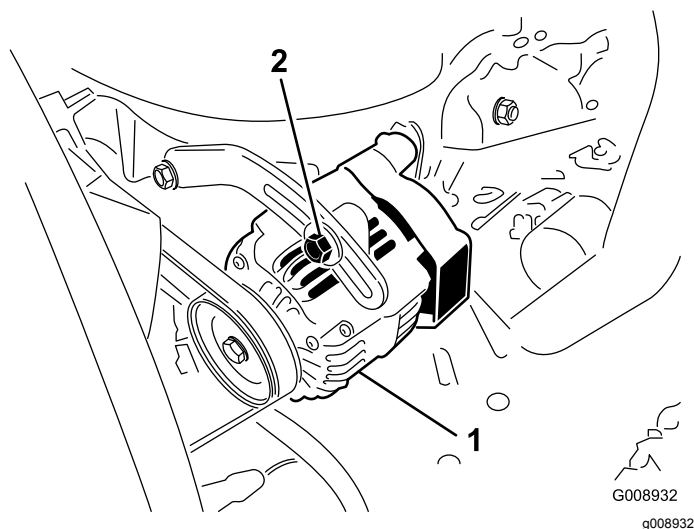

Figure 92
2. Si vous n'obtenez pas une flèche de 10 mm, desserrez les boulons de fixation de l'alternateur (Figure 92).